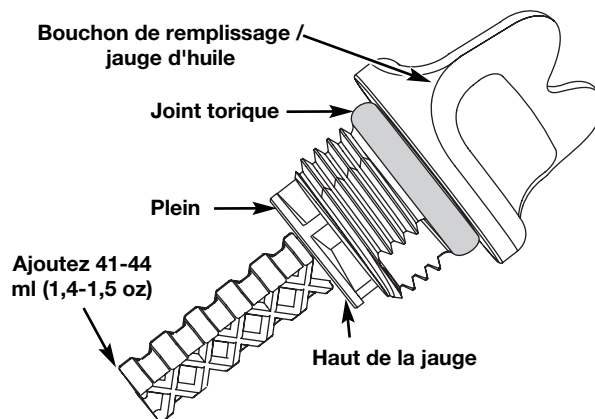

Fig. 19
- Retirez le bouchon de remplissage / jauge d'huile et vérifiez le niveau d'huile. L'huile devrait atteindre le haut de la jauge (Fig. 19).